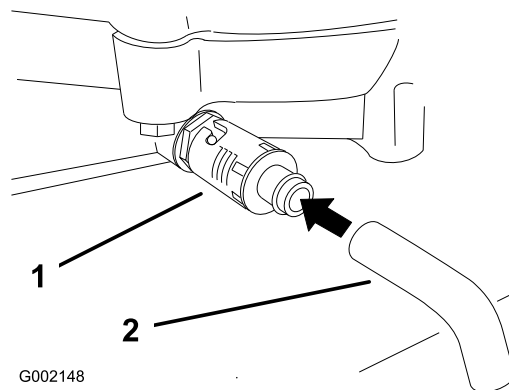

Figura 17
4. Collocate una bacinella sotto lo spurgo. Girate la valvola di spurgo dell'olio per lasciar defluire l'olio (Figura 17).